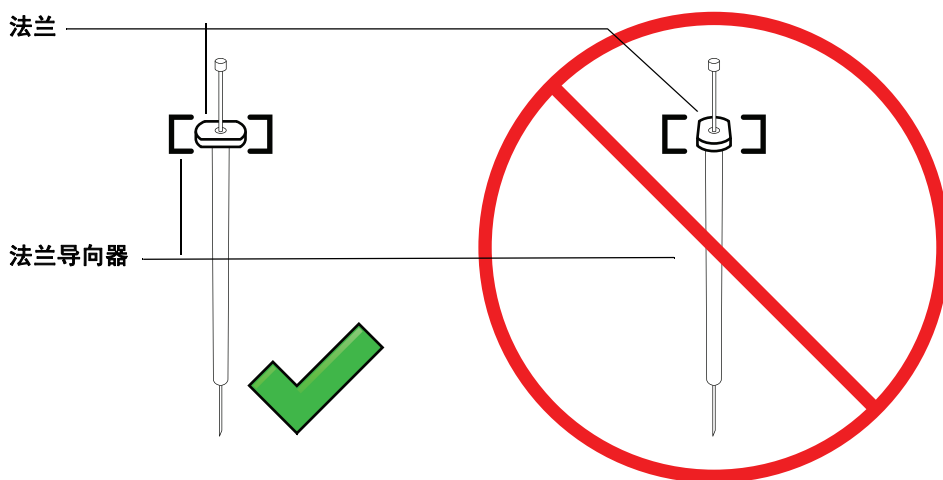

图 78 进样针法兰方向
- 7 将进样针法兰与法兰导向器对齐，将进样针放置到位，同时让针头留在针头支撑底座的导孔中。确保进样针法兰的平整边朝外（图 78）。